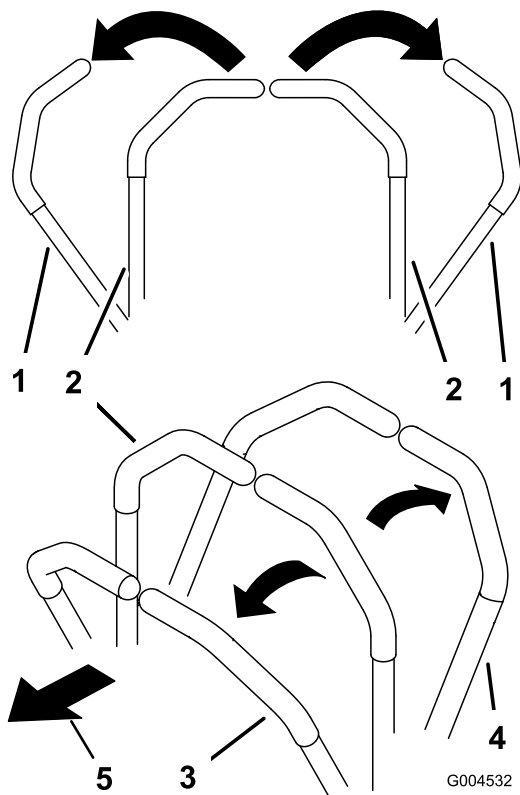

Bild 24
- Schieben Sie für das Vorwärtsfahren die Fahrtriebshebel langsam vorwärts (Bild 24).
- Ziehen Sie zum Rückwärtsfahren die Fahrtriebshebel langsam nach hinten (Bild 24).
- Zum Wenden, ziehen Sie beide Hebel nach hinten, um die Maschine zu verlangsamen; schieben Sie dann einen Hebel an der entgegengesetzten Seite zur Wenderichtung nach vorne (Bild 24).